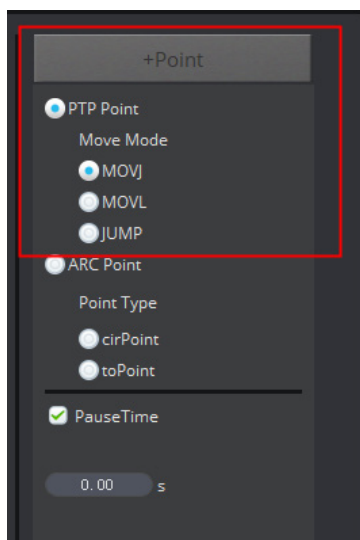

Figura 18: Selecione o modo de movimentação MOVJ
3.2 Selecione o modo PTP Point > MOVJ na área Save Point, como mostrado na Figura 18: